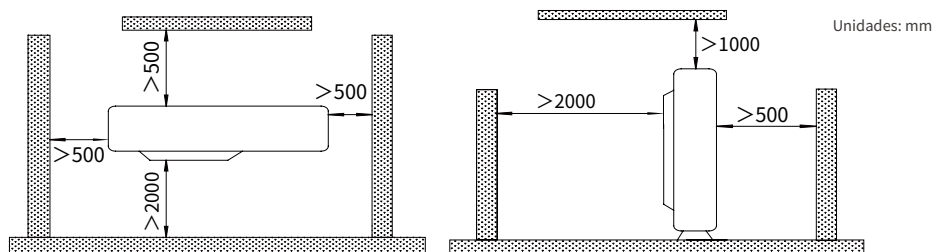

Fig.4
5. El espacio de instalación de la unidad debe ser el requerido en la Fig.4.